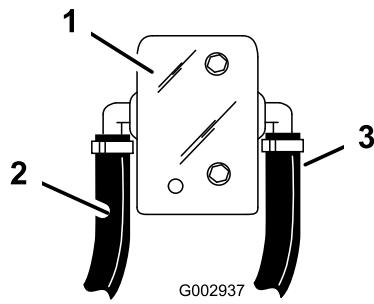

Figura 19
14. Collegate l'estremità di un flessibile corto da 1/2 poll. nel gruppo di tenuta aperto sul raccordo a T S53 montato nel flessibile dell'agitatore, e infilatelo nella dentellatura posteriore da 1/2 poll. sul gruppo valvola a sfera piccola (Figura 19).
17. Collegate l'estremità di un flessibile corto da 1/2 poll. nel gruppo di tenuta aperto sul raccordo a T S53 montato nel flessibile di bypass, e infilatelo nella dentellatura anteriore da 1/2 poll. sul gruppo valvola a sfera piccola (Figura 19).